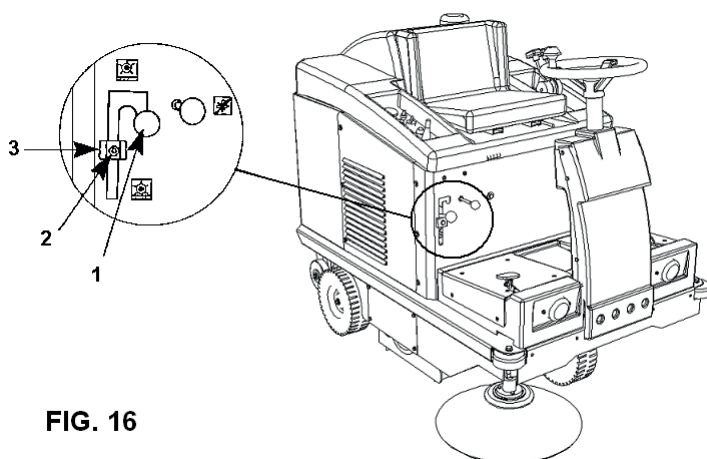

FIG. 16
- Positionner la levier **Part. 1 Fig. 16** de telle façon que le balai central soit relevé.
- Desserrer la vis **Part. 2 Fig. 16**.
- Abaisser le dispositif de réglage **Part. 3 Fig. 16** de 3/4 mm ou bien de ce que l'on veut.
- Bloquer le dispositif de réglage en serrant la vis **Part. 2 Fig. 16 Fig. 16**.
- Positionner le levier **Part. 1 Fig. 16** dessus le dispositif de réglage **Part. 3**.
- Il est possible de régler le balai central jusqu'à ce que le dispositif **Part. 3 Fig. 16** arrive à fin de course: la brosse doit alors être remplacée par une neuve.